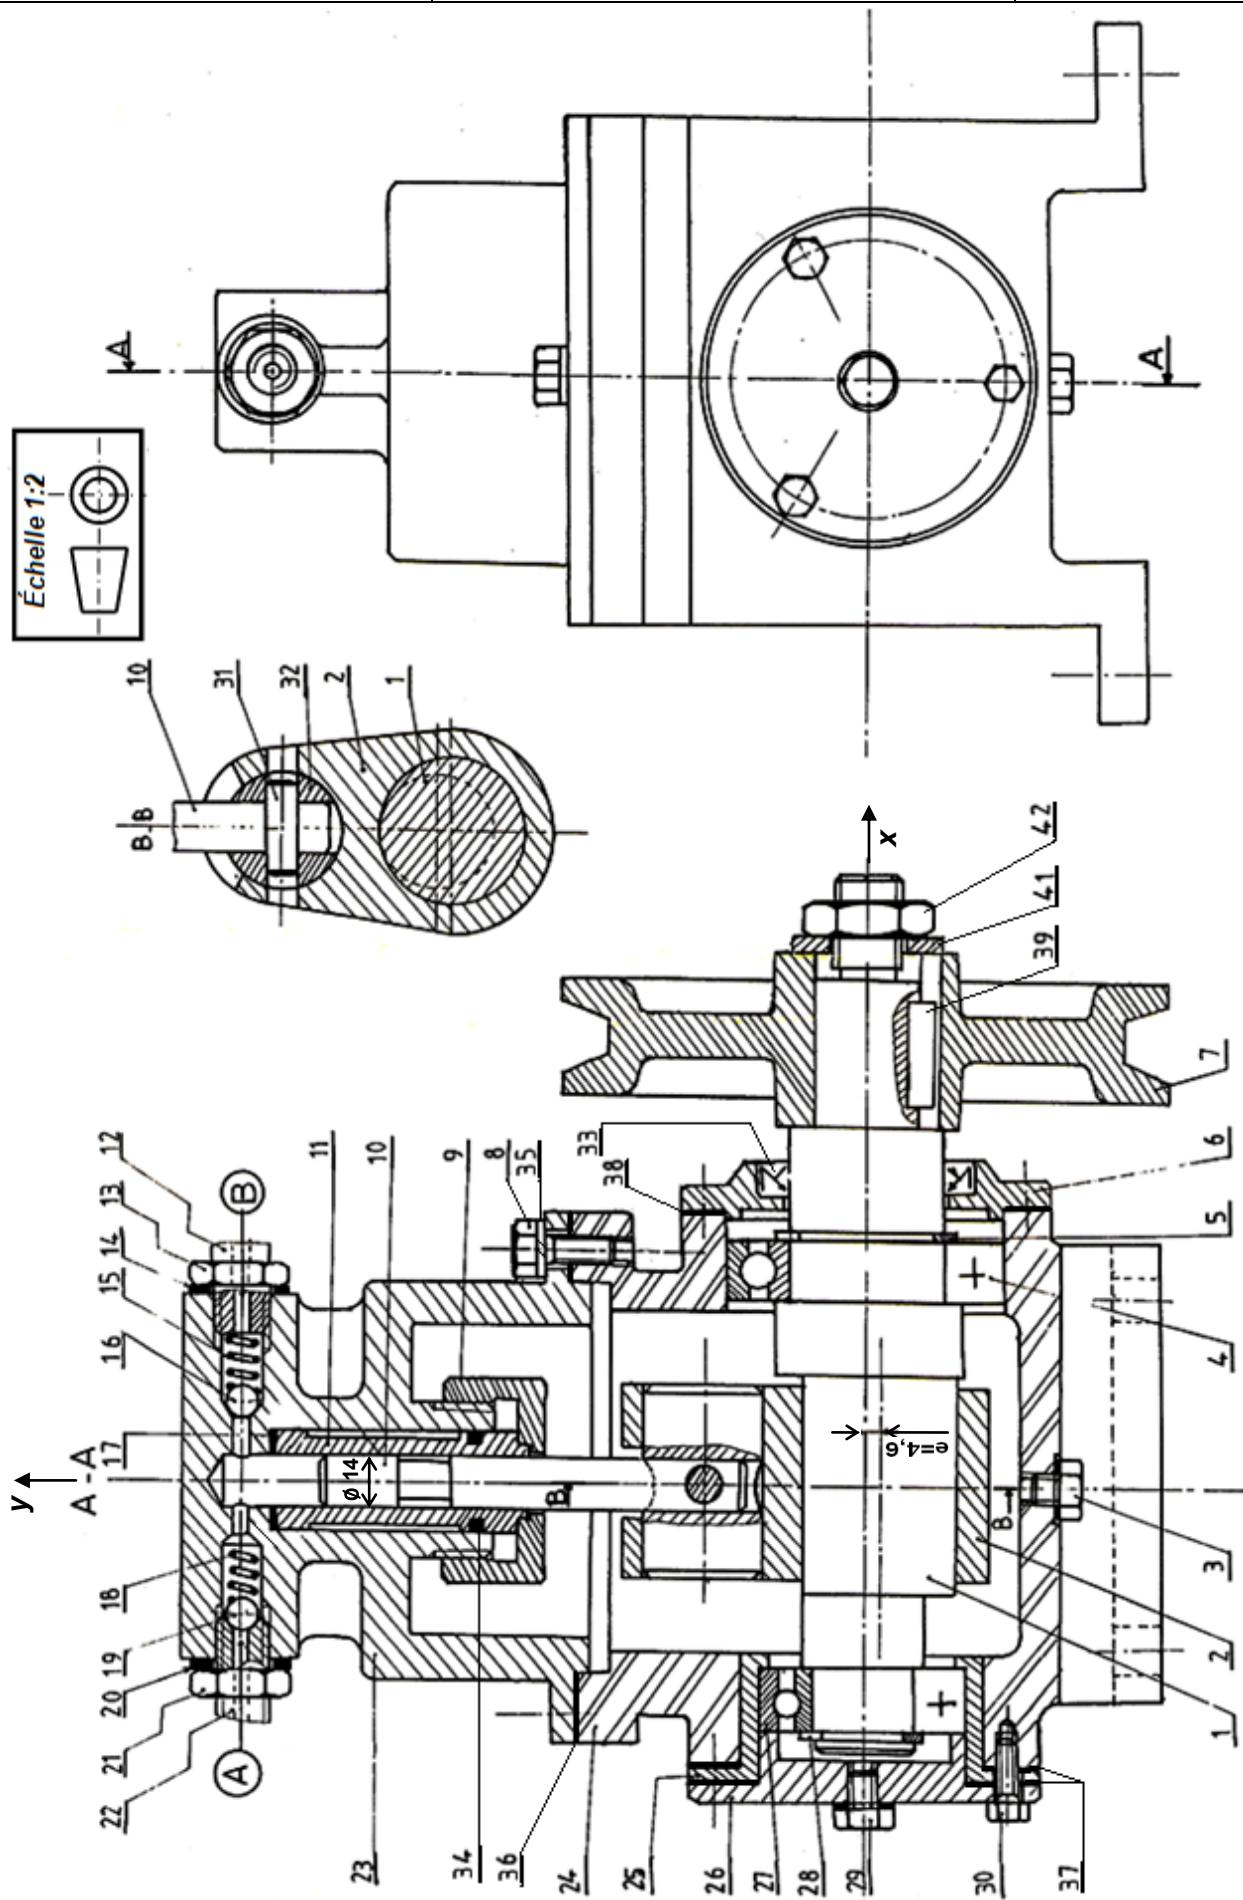

Figure.2
2.7- Donner le nom et la fonction des éléments suivants de la **Figure.2** : (/7,5 pts)
Le dessin d'ensemble **Figure.2** représente une pompe à haute pression, employée pour la lubrification d'une machine outils.
2.6- Sur le dessin d'ensemble **Figure.2**, dans quelle position se trouve le piston 10 ? (/0,5 pts)
2.7- Donner le nom et la fonction des éléments suivants de la **Figure 2** : (/7,5 pts)